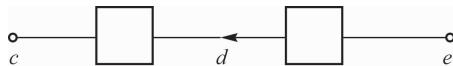

图 1-10 【例 1-1】图
**【例 1-1】** 图 1-10 所示电路中,已知  $U_e = 5 V$ ,  $U_{ad} = 2 V$ ,若分别以  $e$  和  $c$  为参考点,求  $c$ 、 $d$ 、 $e$  三点的电位及  $U_{ae}$ 。